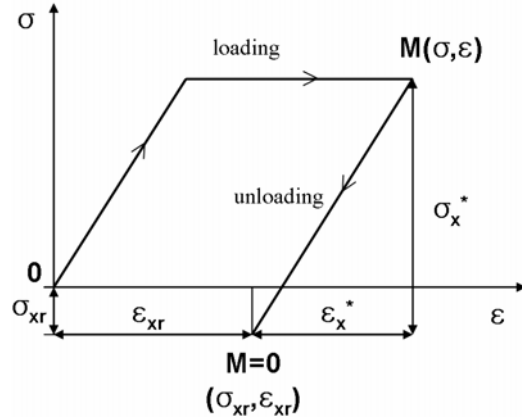
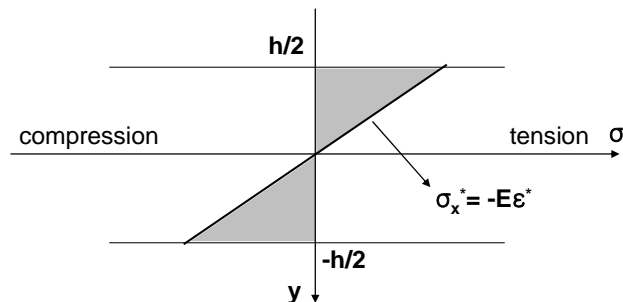

Fig.4-1
Fig.4-4
4. [25점, 25분] Fig.4-1과 같이 탄성-완전 소성 변형(elastic-perfectly plastic)하는 두께  $h$ , 폭  $b$ , 길이  $L$  인 beam 이 있을 때, 다음 물음에 답하여라.
C. B에서 beam에 작용하는 굽힘 moment를 제거하면, 즉  $-M$ 의 회복 굽힘 moment를 작용하면, beam이 탄성적으로 반응하여 응력 및 변형이 탄성적으로 회복(elastic recovery) 된다. (Fig.4-1, Fig.4-4 참고) 이를 바탕으로 굽힘 moment가 제거된 이후의 beam의 굽힘 반경을 구하여라.